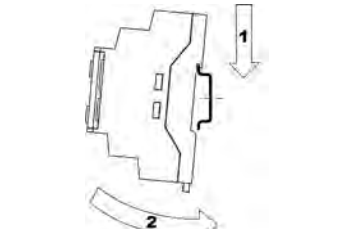

Рисунок 2 – Монтаж на DIN-рейке
3. Новый прибор с усилием прижать к DIN-рейке в направлении, показанном стрелкой 2, и отверткой зафиксировать защелку (см. *рисунок 2*).